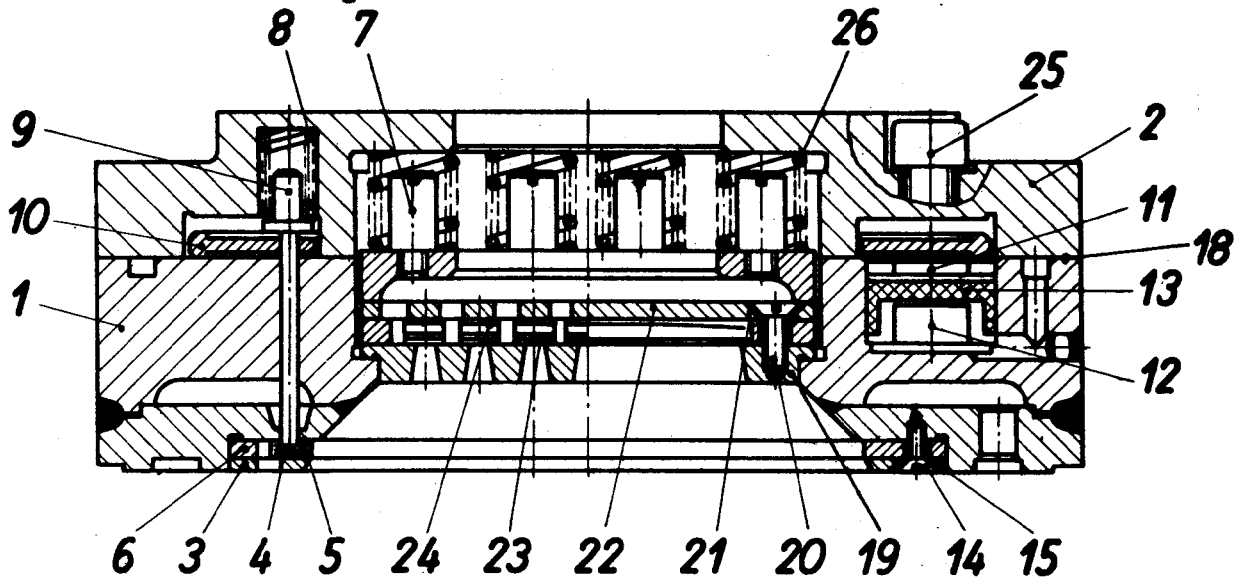

Bild 28
(siehe Bild 28)
14.5 Auswechseln von Manschetten bei Ventilen mit Regelung (s. Bild 28 und 29)